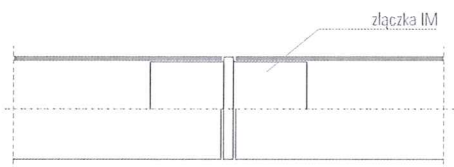
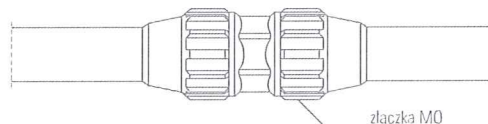

Rysunek 16 Łączenie rur złączką mulouszczelną typu M
Rysunek 17 Łączenie rur złączką wodoszczelną typu MT
1. Łączenie rur o karbowanej ścianie zewnętrznej (DVK, DVK-T, DVR, KR) należy wykonywać za pomocą fabrycznych złączek mulouszczelnych typu M (Rys. 16) lub dostarczanych wraz z dwoma uszczelkami gumowymi złączek wodoszczelnych typu MT (Rys. 17). Uszczelki należy umieszczać w przedostatnim zagłębieniu (Rys. 17). Wewnętrzną powierzchnię złączki i uszczelki należy posmarować środkiem ułatwiającym poślizg, a następnie wsunąć rurę w złączkę do oporu. W przypadku złączek mulouszczelnych typu M oraz złączek wodoszczelnych typu MT, łączenie następuje po wsunięciu końca rury w złączkę, aż do zakleszczenia się haków złączki na karbach rury (złączki M50T i M160T nie posiadają zatrzasków).